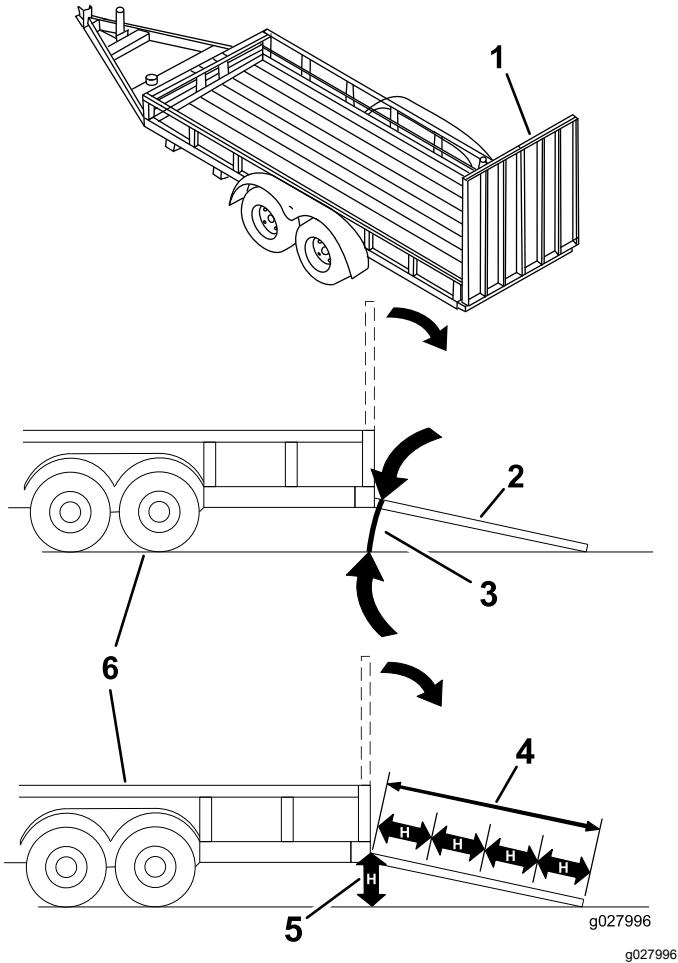

Figura 39
**El cargar la máquina en un remolque o un camión aumenta la posibilidad de un vuelco y podría causar lesiones graves o la muerte (Figura 39).**
3. Baje la rampa, asegurándose de que el ángulo entre la rampa y el suelo no supera los 15 grados (Figura 39).
1. Baje la rampa, asegurándose de que el ángulo entre la rampa y el suelo no supera los 15 grados (Figura 39).